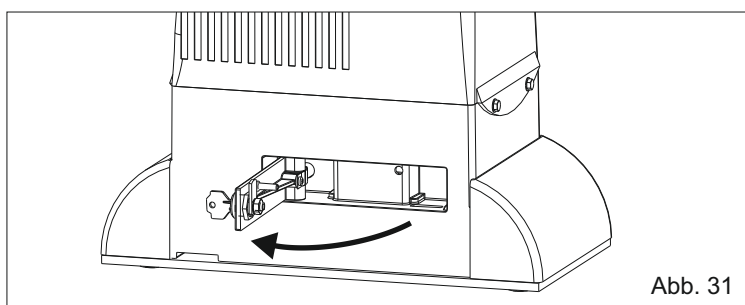

Abb. 31
-Den Entriegelungshebel bis zum Anschlag ziehen, ca. 90° (Abb.31).